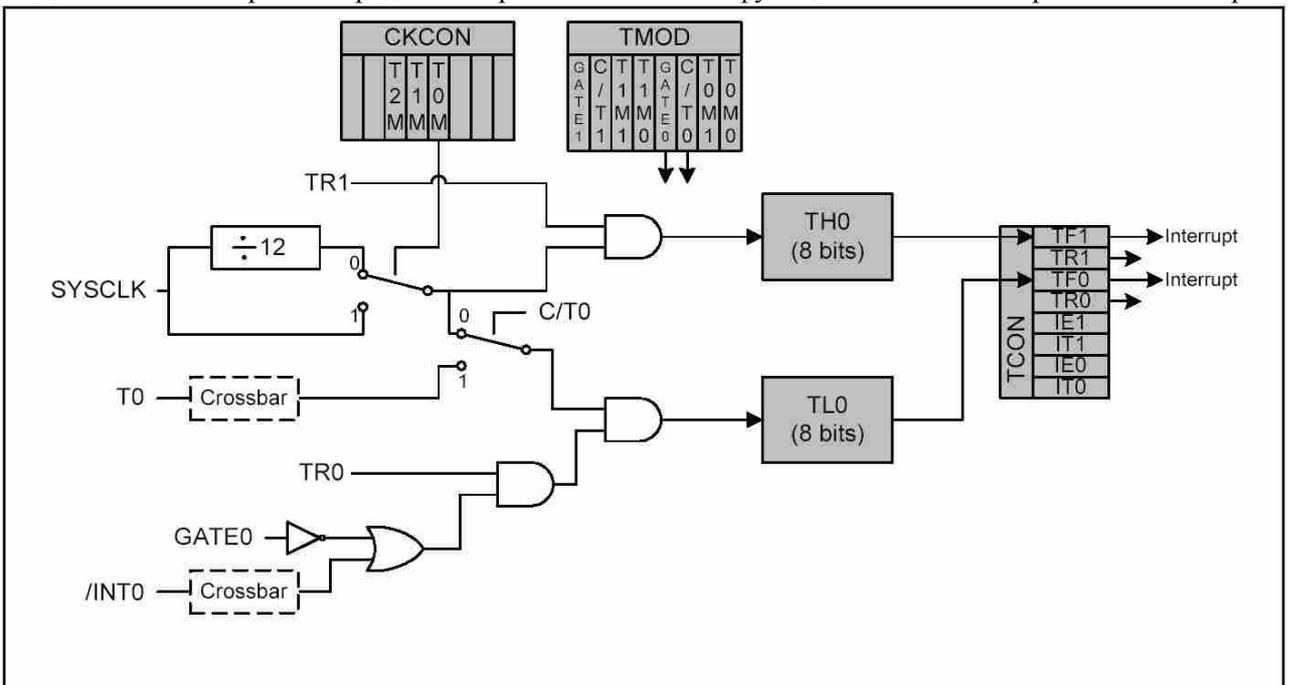

Рис.2.26. Функциональная схема режима 3 таймера 0
**Режим 3: Два 8-битных таймера/счетчика (только для таймера 0).** В режиме 3 таймеры 0 и 1 работают по-разному Таймер 0 работает, как два 8-битных таймера/счетчика. Таймером/счетчиком на регистре TL0 управляют биты: TR0, C/T0, GATE0 и TF0 (регистров TCON и TMOD). Он может использовать для работы системную тактовую частоту или внешний вход. Таймер на регистре TH0 управляется битом TR1. Он может использовать для счета только системную тактовую частоту. Переполнение регистра TH0 вызывает установку флага TF1 и может генерировать прерывание. Таймер 1 в режиме 3 не работает, и когда таймер 0 работает в режиме 3, таймер 1 может работать в режимах 0, 1 или 2, но не может использовать внешний сигнал, устанавливать флаг TF1 и генерировать прерывание. Однако, переполнение таймера 1 может использоваться для генерации последовательной скорости передачи. На рис.2.26. показана функциональная схема режима 3 таймера 0.